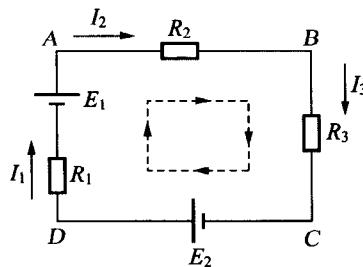

图 1-6 回路电压
(2) 基尔霍夫电压定律。它是用来确定回路中各支路电压关系的定律。它的表述是：在闭合回路中，沿任一回路中各电源电压的代数和恒等于各电阻电压的代数和。如图 1-6 所示中有一个回路 ABCDA。